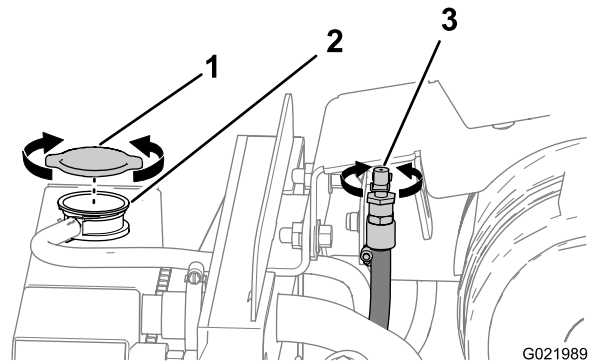
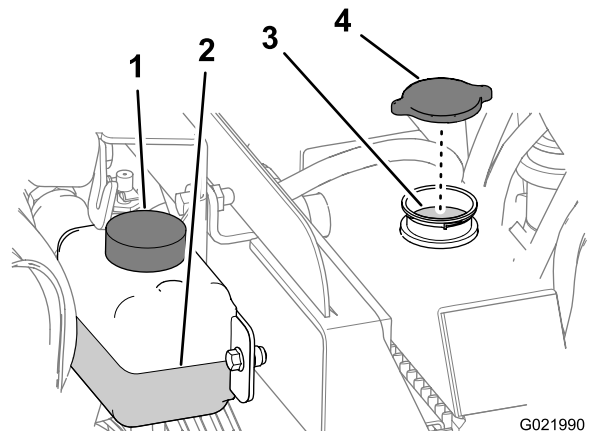

Figura 79
Figura 80
4. Abra la válvula de ventilación del motor (Figura 79).
5. Retire el tapón del radiador del cuello de llenado del radiador y compruebe el nivel de refrigerante (Figura 79 y Figura 80).
6. Si el nivel de refrigerante es bajo, añada refrigerante hasta que llegue a la parte inferior del cuello de llenado (Figura 80).
2. Retire el tapón del radiador (Figura 79 y Figura 80).
- B. Abra la válvula de ventilación (Figura 79).
- A. Abra la válvula de ventilación (Figura 79).
1. Retire el tapón del radiador (Figura 79 y Figura 80).
2. Abra la válvula de ventilación (Figura 79).